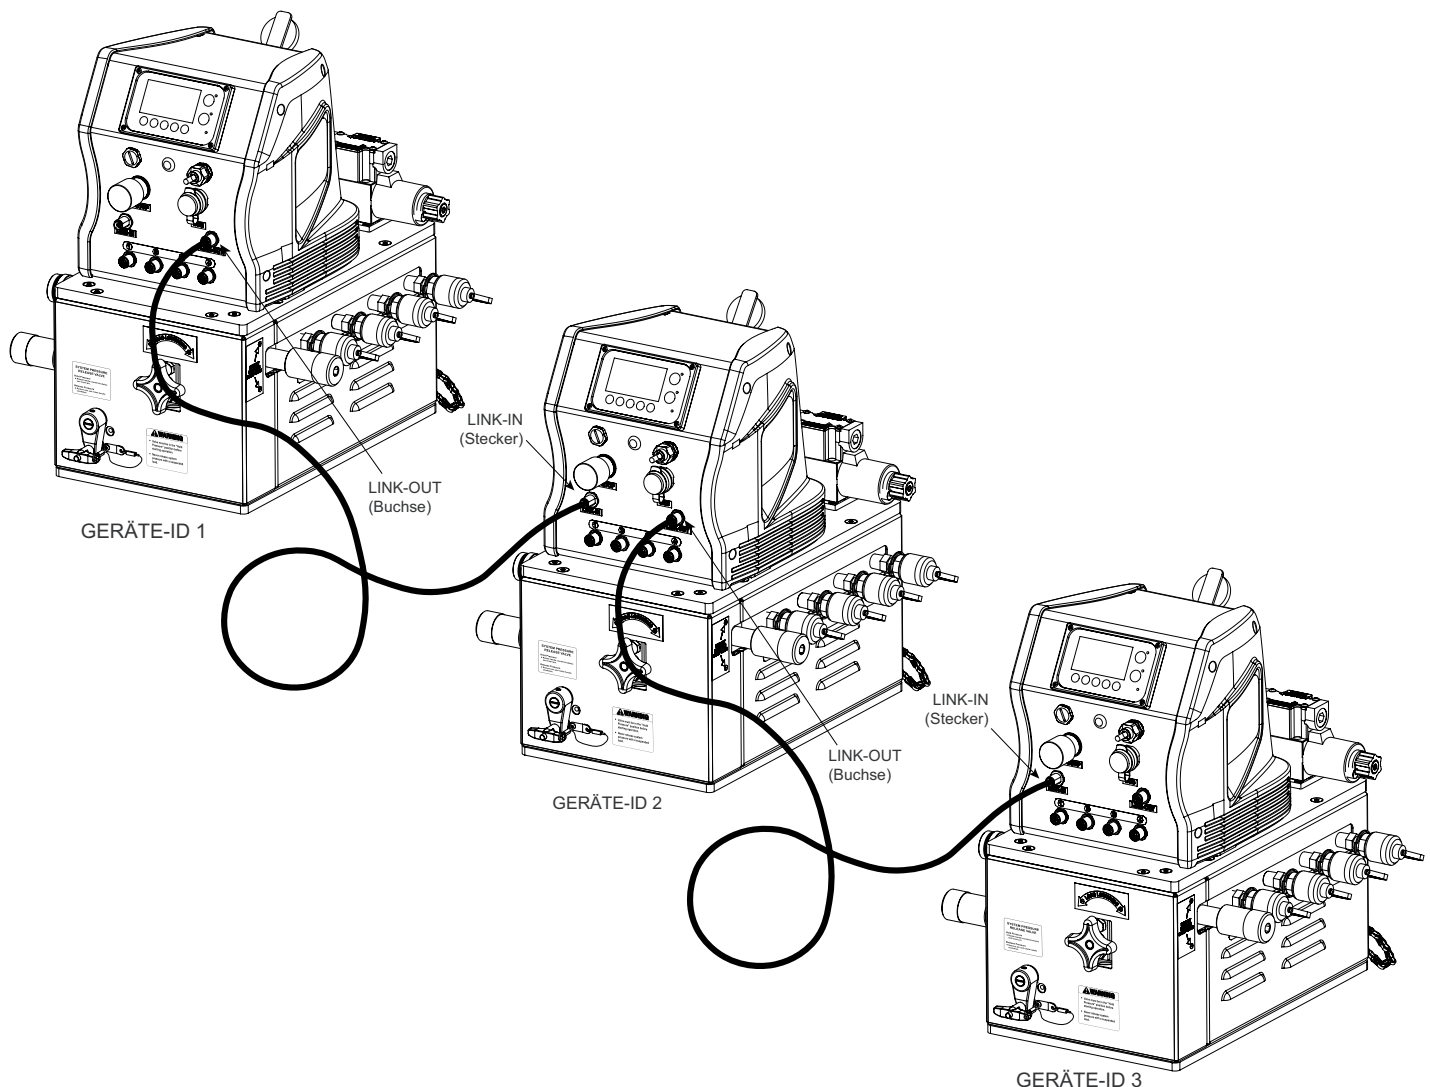

Abb. 8: Verbindungen mehrerer eSync-Geräte
- Verbinden Sie ein Ende des Steckers des Kabels mit der Buchse (Link-Out) am eSync-Gerät und verbinden Sie das andere Ende der Buchse des Kabels mit dem Stecker (Link-In) des nächsten Geräts in der Reihe (siehe Abbildung 8).